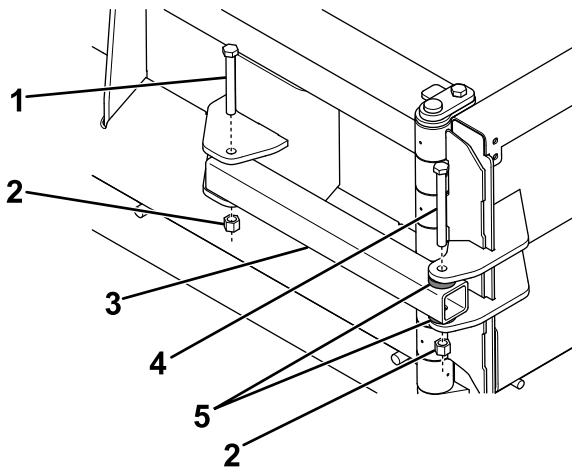

Figure 8
1. Fixez, sans serrer, le renfort latéral à la lame latérale au moyen d'un boulon de cisaillement (1/2 x 5 po), de deux entretoises et d'un contre-écrou (Figure 8).
2. Fixez sans serrer l'autre côté du renfort latéral à la lame centrale à l'aide d'un boulon (1/2 x 4 po) et d'un contre-écrou (Figure 8).